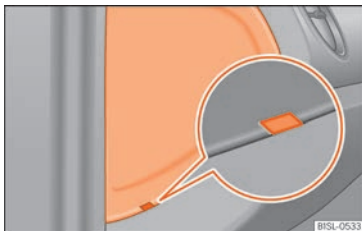

Abb. 44 Auf der Fahrerseite: Abdeckung des Sicherungskastens in der Instrumententafel
- Führen Sie einen flachen Gegenstand, z.B. einen Schraubendreher, in die Aussparung »» **Abb. 44** ein und hebeln Sie die Abdeckung vorsichtig heraus.